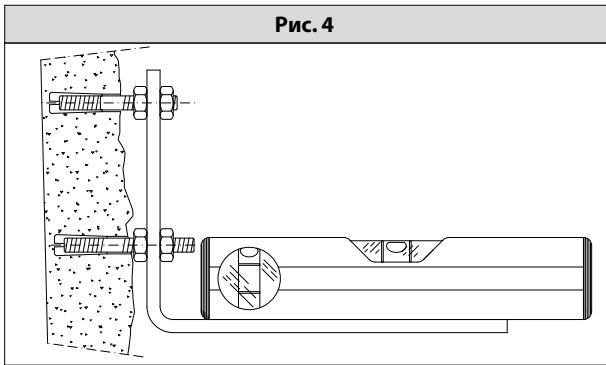

Рис. 5
- Закрепите привод на заднем кронштейне, левый или правый, с помощью 4-х винтов, как показано на Рис. 5.